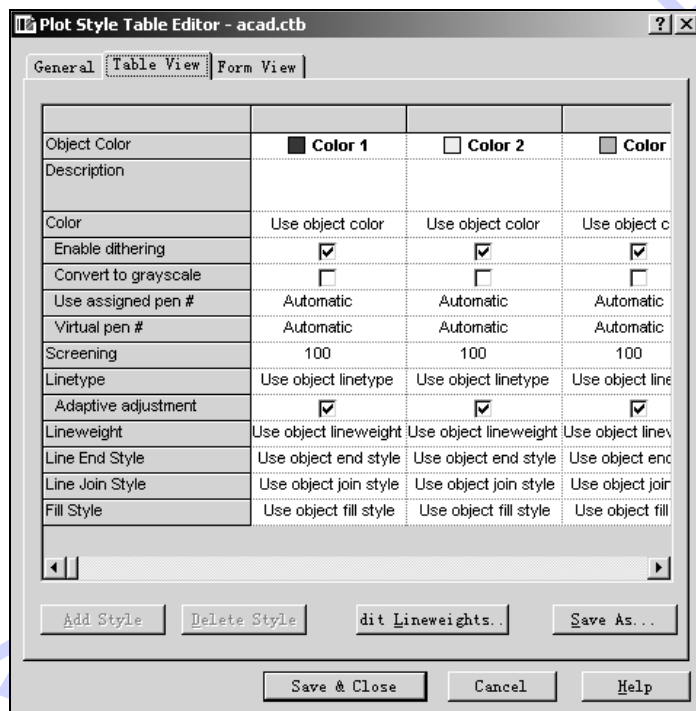

图 10-12 Table View 选项卡
(2) Table View 选项卡。该选项卡以表格的形式列出了样式文件下所有的打印样式，如图 10-12 所示。用户可在其中对指定的任一打印样式进行修改。下面介绍该选项卡中的各项功能。